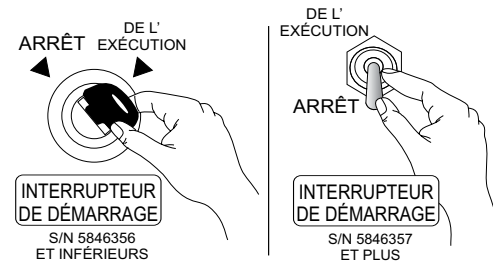

**Figure 50. Interrupteur de démarrage
4. Placez la clé de contact (Figure 50), S/N 5846356 et inférieur en position **ARRÊT** ou placez le commutateur à bascule du démarreur, S/N 5846357 et supérieur en position **ARRÊT**.
Placez la clé de contact ou le commutateur à bascule du démarreur (Figure 50) en position **ARRÊT**.